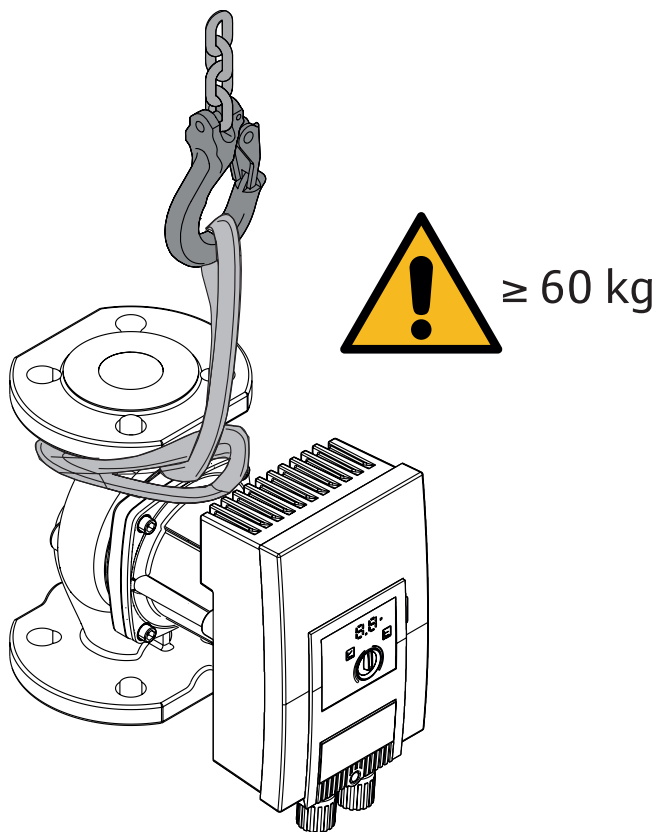

Fig. 3: Transportieren
- Nur an Motor oder Pumpengehäuse tragen → Fig. 3.